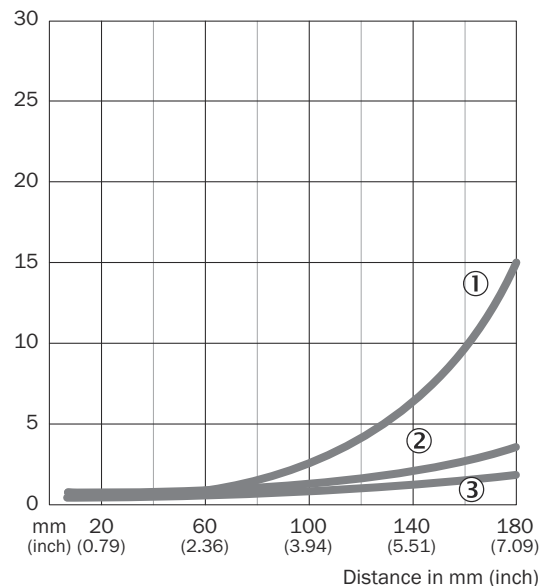

Figura 46: Curva característica
A distância mínima (=y) para a supressão do fundo pode ser determinada a partir do gráfico [figura 46 ①] do seguinte modo: